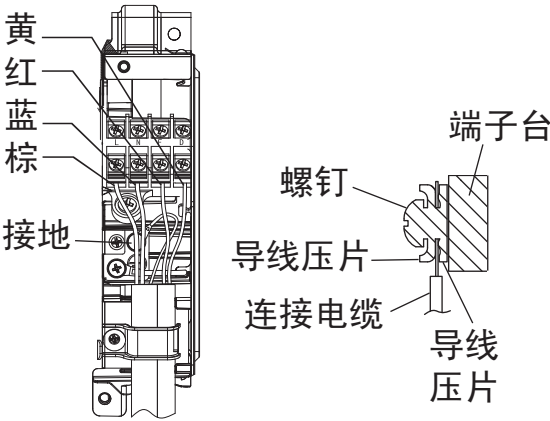

图15-1
- 将连接电缆如下图将头部弯折，并分别按不同颜色的线牢固的固定到端子台相对应的位置，确保连接电缆插入导线压片内，紧固力矩（5kgf.cm）。（如图15-1）